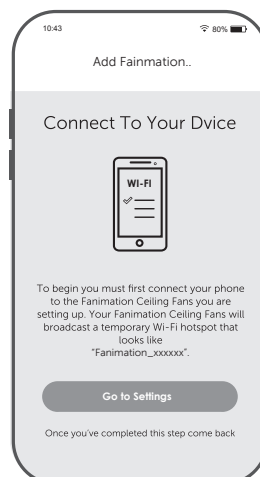

Figura 5
- ☐ 5. En este paso, el receptor WiFi de su ventilador de techo debe estar instalado y dentro del rango de su router WiFi. Con la App abierta, seleccione “añadir dispositivo”. (Figura 5)